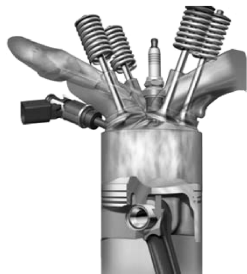

图 1-17 点燃做功过程
4) 做功过程。活塞在接近上止点时, 火花塞开始跳火, 点燃均质混合气, 燃烧的气体作用在活塞上部推动活塞由上向下移动如图 1-17 所示。